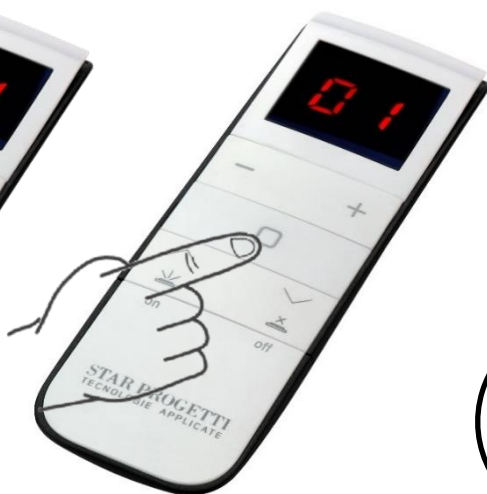

Fig.7
- Subito dopo premere il pulsante come in Fig. 7.